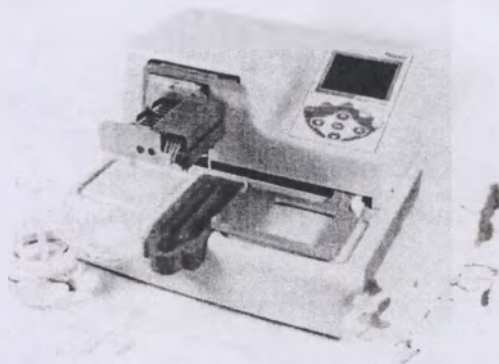

Рисунок 4-15. Правильное размещение всех трубок диспенсирующей кассеты
5. Убедитесь, что все трубки равномерно размещены на штырьках ротора (рисунок 4-15), по четыре трубки на каждой половине ротора насоса.